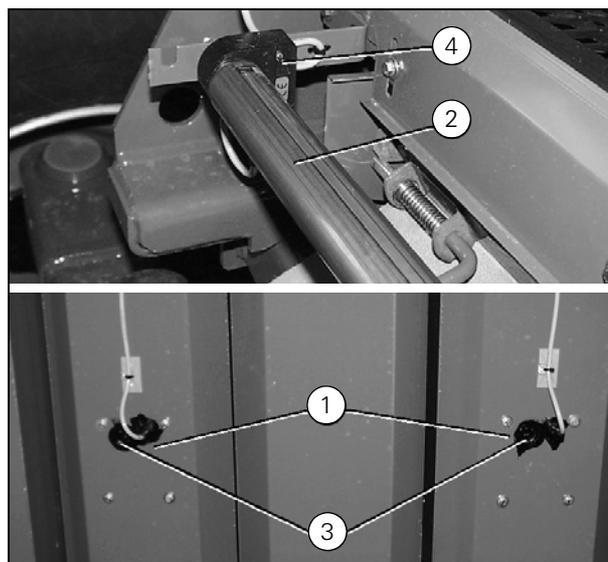
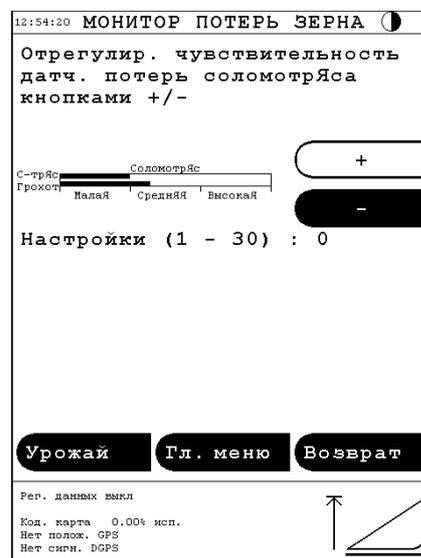
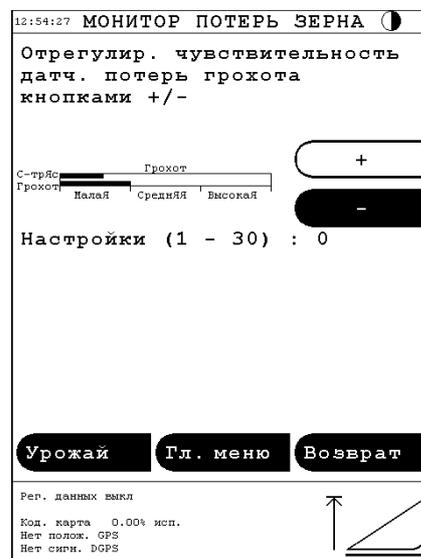

Рисунок 98
Рисунок 99
Рисунок 100
(Рис. 98)
(Рис. 98), (Рис. 99) и (Рис. 100)
Прежде чем приступать к регулировке на экране показаний монитора потерь зерна, следует отрегулировать пластинчатые датчики (1) в клавишном соломотрясе и трубчатый датчик (2) на текущую сельскохозяйственную культуру. Это выполняется при помощи переключателей (3) и (4), (Рис. 98), которые обеспечивают возможность настройки, соответственно, для малых, нормальных и больших размеров зерен.
Для настройки монитора потерь зерна вызвать соответствующую картинку экрана из меню "Кодирование | Монитор потерь зерна | Соломотрясы" и при помощи клавиши "+" или "-" и отрегулировать полоску индикации клавишных соломотрясов, (Рис. 99), на средний диапазон. Эта регулировка не изменяет чувствительность датчиков потерь, она влияет только на показание измерительной полоски.
Эта же процедура может быть использована при настройке измерительной полоски грохота, (Рис. 100).